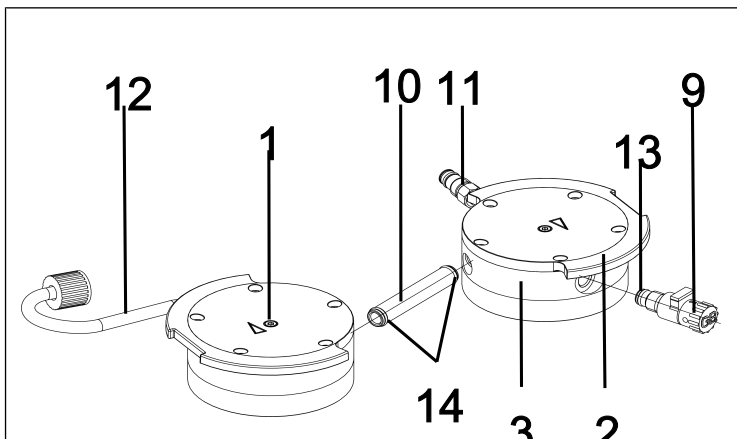

Fig.15: Sostituzione degli O-ring
2. Estrarre il tubo di allacciamento (10/ Fig. 15) dal coperchio testa (3).
3. Sostituire i due O-ring (**14**) del tubo di allacciamento (**10**/Fig. 15).
6. Svitare la valvola gas ballast (**9**/Fig. 15) dal coperchio testa (**3**).
7. Sostituire l'O-ring (**13**) della valvola gas ballast (**9**/Fig. 15).
8. Avvitare a fondo la valvola gas ballast (**9**/Fig. 15) nel relativo coperchio testa (**3**). Successivamente, svitarla di nuovo, fino a quando la superficie sia orientata verso l'alto.
7. Innestare nuovamente il tubo di allacciamento (**10**/Fig. 15) nei due coperchi testa (**3**).